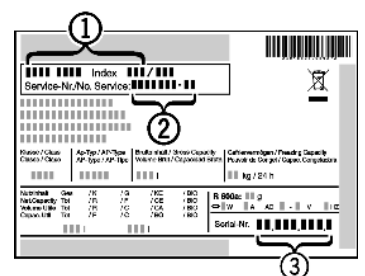

Fig. 13
- ▶ Relever la désignation de l'appareil Fig. 13 (1), le n° de service Fig. 13 (2) et le n° de série Fig. 13 (3) sur la plaquette signalétique. Cette plaquette se trouve sur la paroi intérieure gauche de l'appareil.
- ▶ Informer le S.A.V. et lui communiquer la panne, la désignation de l'appareil *Fig. 13 (1)*, le n° de service *Fig. 13 (2)* et le n° de série *Fig. 13 (3)*.